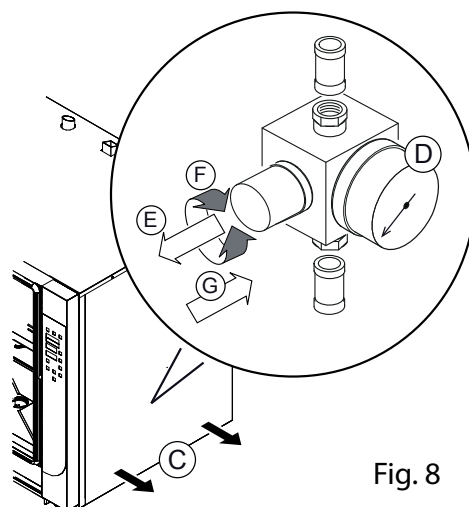

Fig. 8
- Schrauben Sie die seitliche Platte ab und entfernen Sie sie (Abb. 8 C)
- Überprüfen Sie den am Druckmesser angezeigten Wert (Abb. 8 D). Der bei einem Eingangswert von 2,5 Bar folgenden Werten entsprechen muss: **Mod. 4/6** = 90 ml/Minute = Wassermengen, die aus dem Rohr des Befeuchters läuft; **Mod. 10** = 100 ml/Minute= Wassermengen, die aus dem Rohr des Befeuchters läuft.
- Müssen Sie den Einstellknopf entriegeln, leicht anziehen (Abb. 8 E) und ihn im oder gegen den Uhrzeigersinn drehen (Abb. 8 F) bis der gewünschte Druck / Wasserdurchfluss erreicht wird. Um die Parameter zu bestätigen, müssen Sie den Knopf wieder hinein drücken (Abb. 8 G).